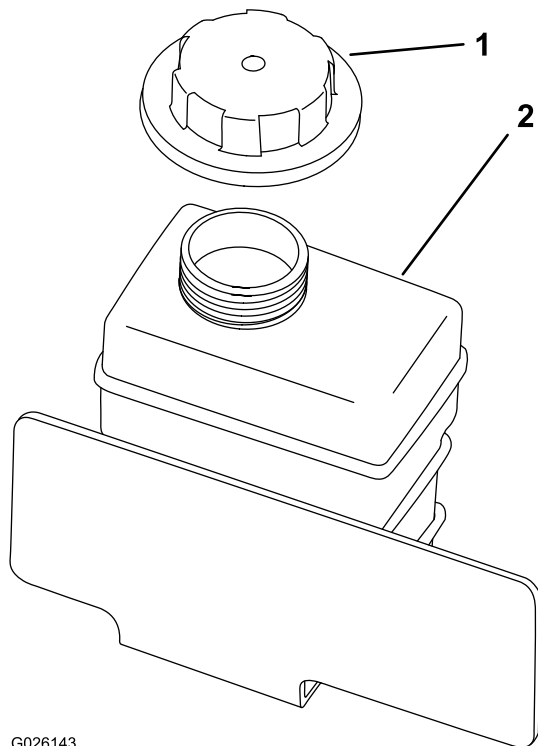

图71
8. 缓慢向储液箱加注冷却液直至液位达到加油颈底部图71。
9. 安装储液箱盖图71。